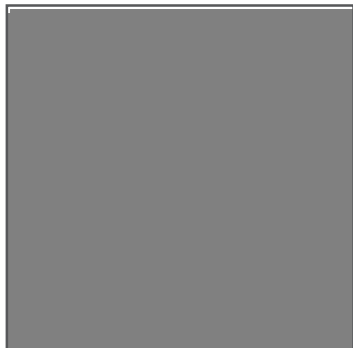

Рис. 17 Устройство топливного крана
Устройство топливного крана показано на Рис. 17.
2. Открутите контргайку 5 на 1-2 оборота (Рис. 17).
5. Извлеките из корпуса топливного крана 1 уплотнительное кольцо 3 и сетчатый фильтр 2 (Рис. 17).
6. Выкрутите из корпуса топливного крана на сетчатый фильтр 7 (Рис. 17).